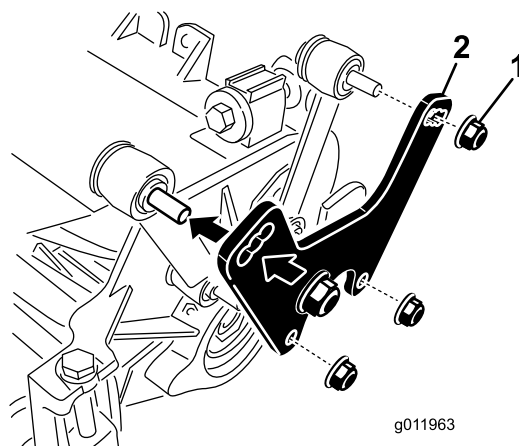

図 7
1. カuttingユニットのサイドプレートとキャリアフレームに昇降リンクを固定しているナットを外す 図 7。